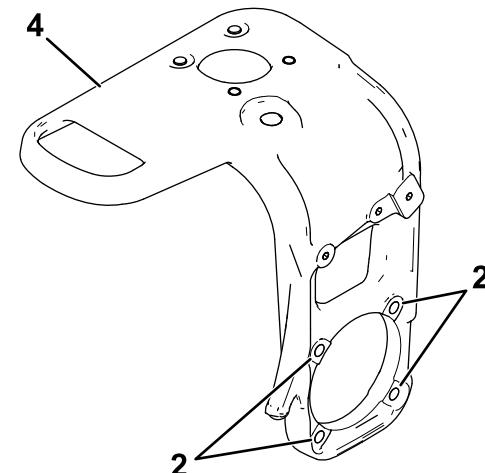

Figura 4
- Averigüe si la horquilla de la máquina tiene 4 orificios roscados, o una combinación de 2 orificios roscados y 2 orificios pasantes donde el conjunto del motor de rueda se monta en la horquilla de la rueda giratoria (Figura 4).